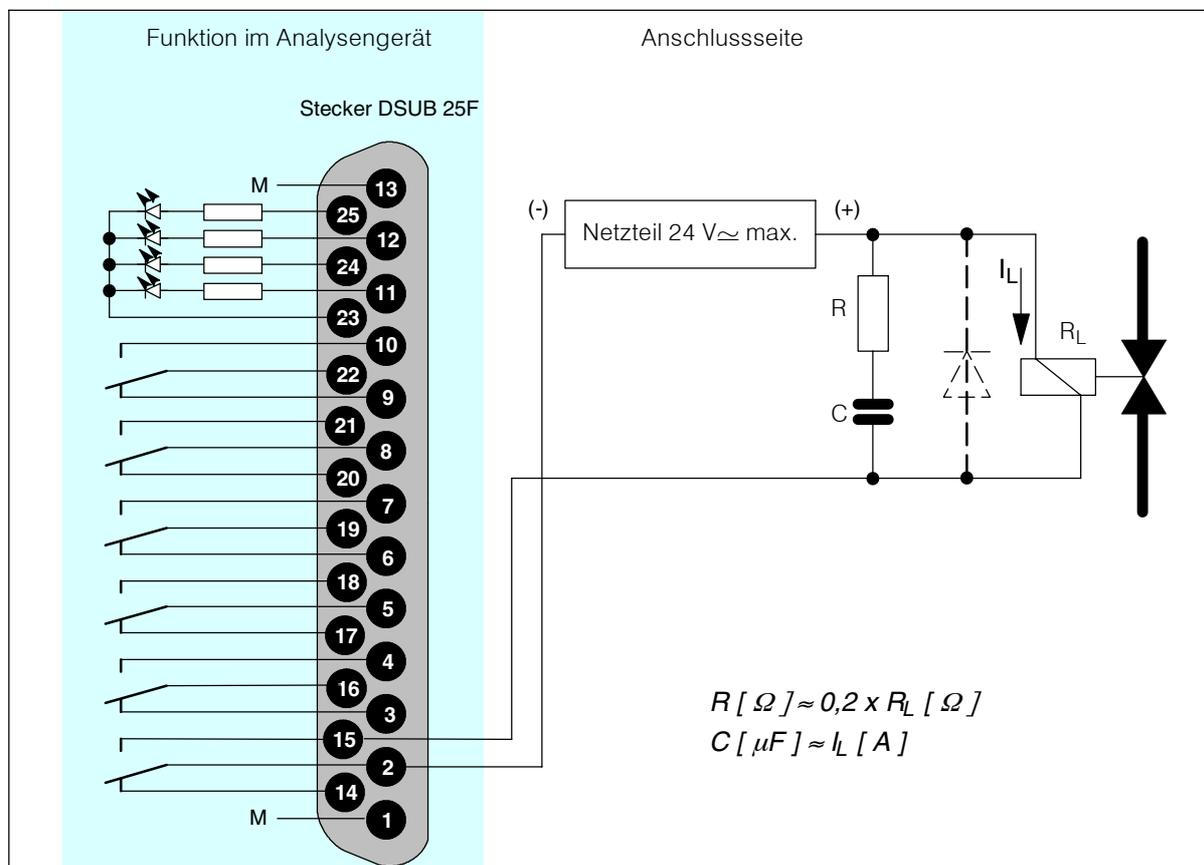

Bild 2-14 Beispiel einer Funkenlöschung an einem Relaiskontakt (Einschubgerät)
- Als Maßnahme zur Unterdrückung einer Funkenbildung über den Relaiskontakten (z. B. Grenzwertrelais) sind RC-Glieder gemäß Bild 2-14 anzuschließen. Zu beachten ist hierbei, dass das RC-Glied eine Abfallverzögerung eines induktiven Bauelementes (z. B. Magnetventil) bewirkt.